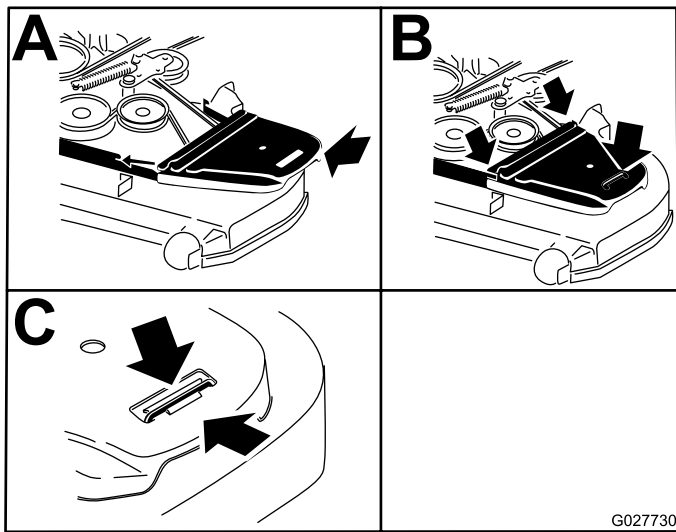

Figure 93
12. Posez les protège-courroies (Figure 93).